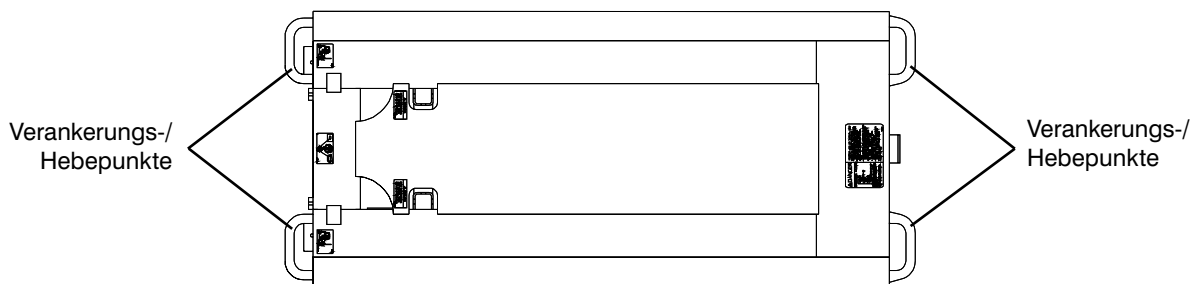

Abbildung 3-12. Verankerungs-/Hebepunkte
- Die Hebevorrichtung muss an allen vier Hebepunkten, wie in Abbildung 3-12 dargestellt, befestigt werden.
Beim Transport muss die Arbeitsbühne auf dem Lastwagen bzw. Anhänger gesichert werden. Transportösen sind, wie in Abbildung 3-12 dargestellt, verfügbar.